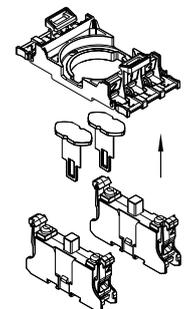

Fig. 4
3. Prémontage des éléments de contact sur le support de contact (Fig. 4): seulement les positions extérieures peuvent être utilisées*: